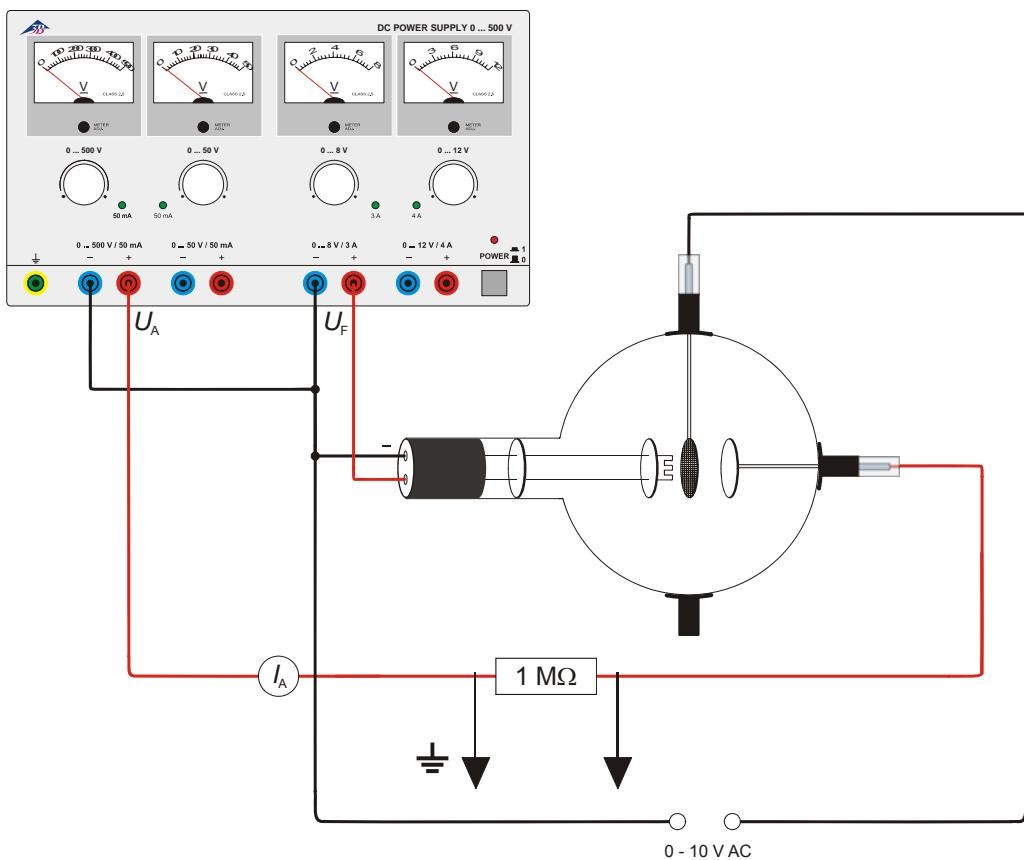

Fig. 4 El trío como amplificador
- Realice el circuito de acuerdo con la Fig. 4. Al hacerlo conecte el polo negativo de la tensión del ánodo con el casquillo de 4-mm denominado (-) en el cuello del tubo.